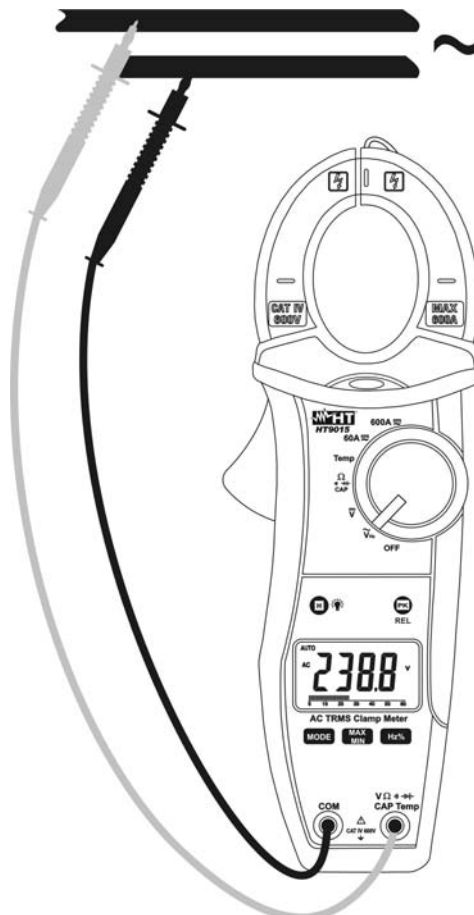

Fig. 3: Uso de la pinza en medidas de Tensión CA
3. Inserte el cable rojo en el terminal de entrada  $V\Omega\text{Hz}\%Temp$  y el cable negro en el terminal de entrada **COM** (Fig. 3)